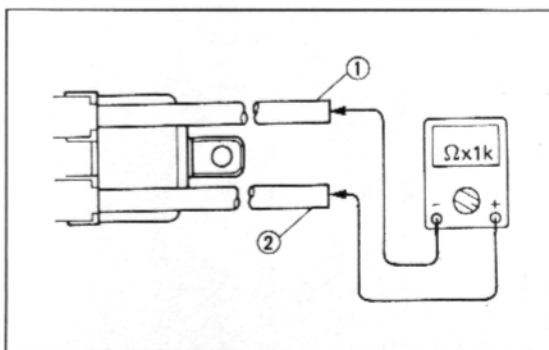

Bild 95
-  Widerstand der Sekundärwicklung zwischen den Zündkerzen-Kabeln messen, siehe Bild 95. Sollwert: 9,6 bis 14,4 k Ω .